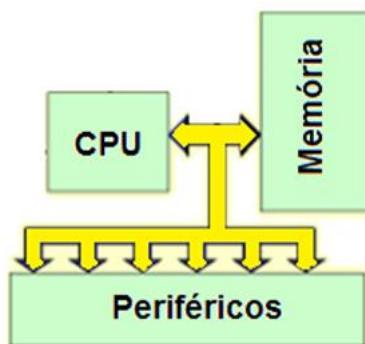

Figura 2.1 - Arquitetura Von-Neumann
- ✓ Von-Neumann: apenas um barramento interno, pelo qual trafegam tanto instruções quanto dados (Figura 2.1);